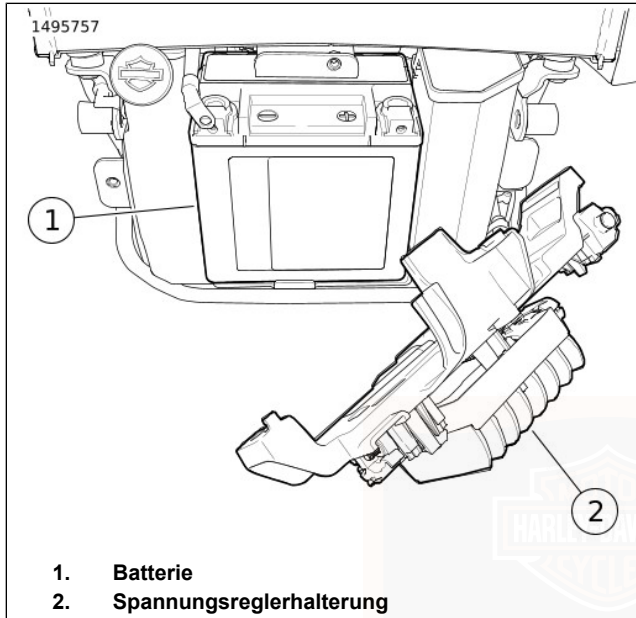

Abbildung 81. Spannungsreglerhalterung
6. Abbildung 81 Die Spannungsreglerhalterung (2) beiseiteschieben.
7. Die Batterie (1) ausbauen.